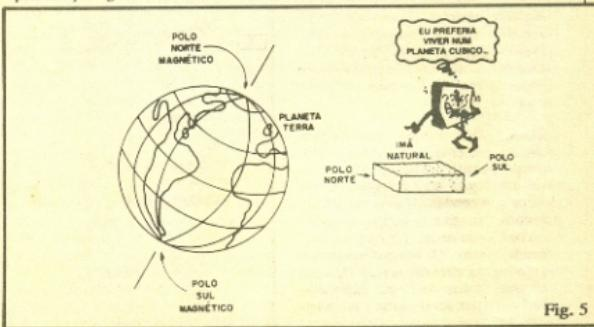

Fig. 5
- FIG. 5 - Um pedaço de material naturalmente dotado de magnetismo (ímã natural) sempre tende a apontar uma das suas extremidades para determinada direção... Isso ocorre porque nosso planeta Terra age também como um enorme ímã natural (devido à concentração de materiais ferrosos nas camadas mais interiores e centrais do nosso planeta...). A figura mostra uma representação da Terra, com seus Polos Magnéticos NORTE e SUL (eles estão muito próximos, porém não exatamente posicionados em coincidência com os polos Norte e Sul geográficos...). Da mesma forma, um ímã natural tem seu Polo Magnético NORTE e SUL. Ocorre que, se tivermos dois ímãs (no caso, o próprio planeta Terra, mais o pedaço de ímã natural...), alguns interessantes fenômenos de ATRAÇÃO e REPULSAO se manifestam: